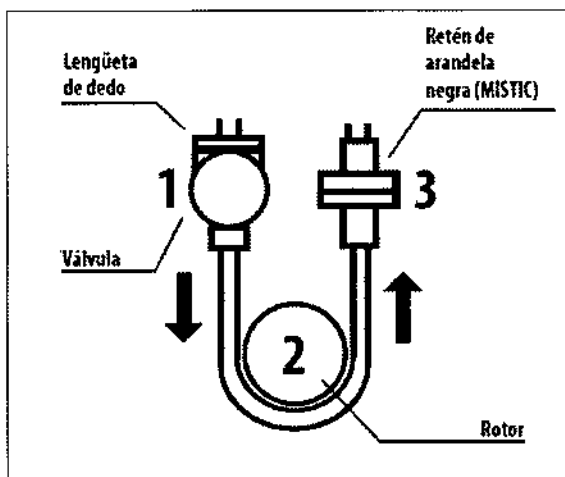

Figura 4A. Instalación del equipo para bomba.
3. Para cargar el equipo para bomba (consulte la figura 4A para Epump y 4B para Joey):
- Agarre la lengüeta de dedo de la válvula e insértela en el receptáculo (1).
- Agarre el retén de arandela negro y estire con cuidado el tubo alrededor del rotor (2). Tire del retén e insértelo en el receptáculo (3). Evite estirar excesivamente el tubo de silicona